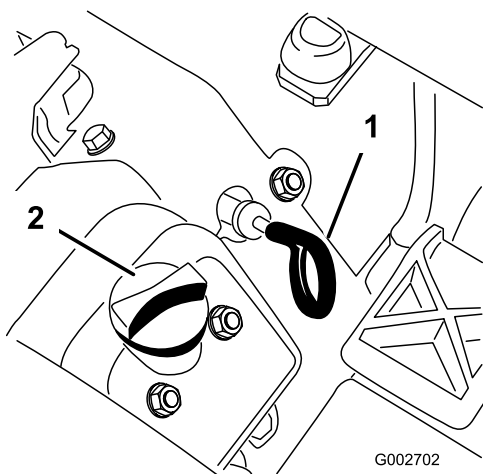

Figura 24
3. Per tenere lo sporco, gli sfalci d'erba, ecc, lontani dal motore, pulite l'area attorno al tappo del serbatoio dell'olio e all'asta di livello prima di rimuoverlo (Figura 24).
4. Estraete l'asta di livello (Figura 24) e asciugatela con un panno pulito.